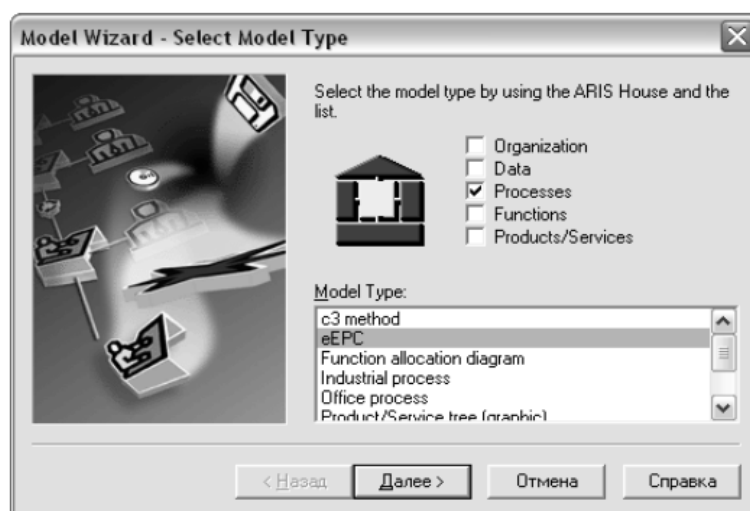

Рисунок 1.38 – Окно мастера модели для выбора типа модели
3. В окне **Model Wizard – Select Model Type** отметить галочкой тип представления *Processes* и выбрать из списка моделей *Model Type* тип **eEPC** (рис. 1.38). Нажать кнопку «Далее».